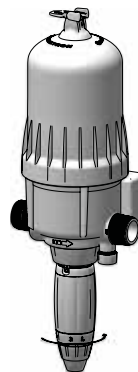

Рис. 16
- Завинтите или отвинтите регулировочную втулку так, чтобы нужные отметки дозирования появились в соответствующих прорезях (Рис. 16).